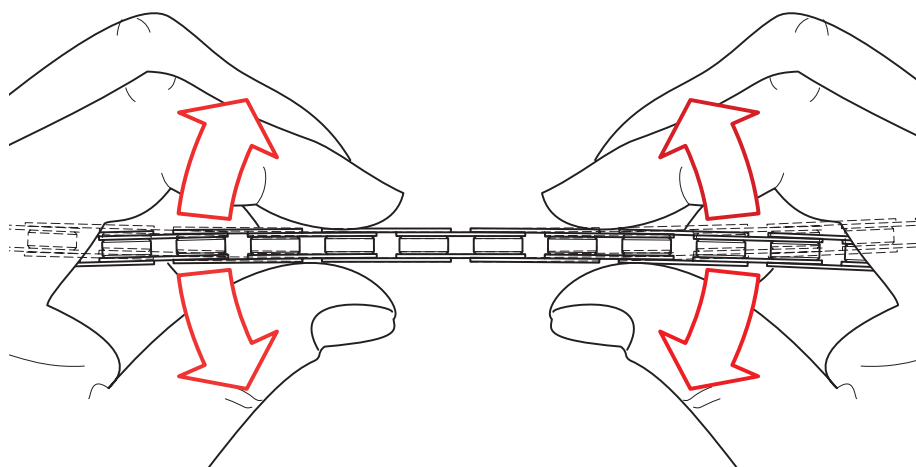

Fig.24
- Eventualmente liberate l'articolazione agendo con leggere flessioni laterali sulle maglie (Fig. 24).